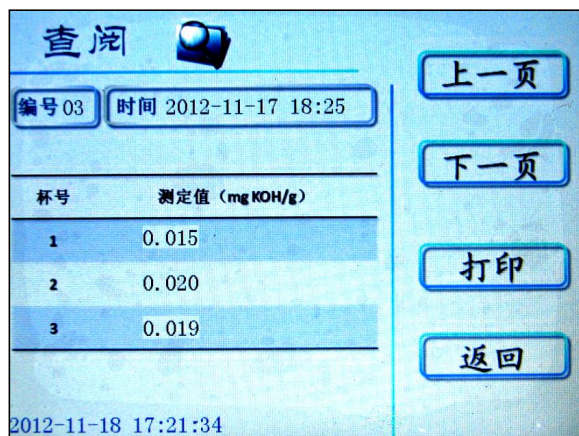

图 16 查阅页面
10. 测定完成后，本机自动保存 35 组数据。操作人员如果想查阅，请按返回键进入开机页面（图 4），点击查阅键进入查阅页面（图 16），点击上一页或下一页键可查看编号 01~35 号组数据，点击打印键可以通过打印机输出所需数据。